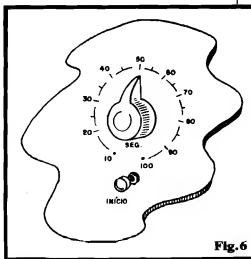

Fig. 6
- FIG. 6 - SUGESTÃO PARA O DIAL DO POTEMP - Conforme já foi dito, a idéia básica que levou ao projeto do POTEMP era "facilidade absoluta na instalação", ocupando o mínimo de volume interno e espaço no painel frontal de controle... A figura dá uma idéia elementar (e por isso mesmo, talvez a melhor...) de como implementar o *lay out* final da "coisa"... Com o potenciômetro dotado de um knob indicador, basta desenhar uma escala circular em torno de sua posição, estabelecendo subdivisões ao longo do arco da dita escala, para os Tempos intermediários (entre o mínimo de 1 segundo e o máximo de 100 segundos...). Para uma calibração básica, os tempos mínimo e máximo devem ser cronometrados com o auxílio de um bom relógio ou cronômetro digital (dotado de indicações de até décimos de segundo...); em seguida, o arco de atuação do potenciômetro poderá ser linear e proporcionalmente dividido, com a resolução necessária à aplicação (se segundo em segundo, ou a intervalos de 5 ou 10 segundos, conforme necessário...). O *push-button* de "INÍCIO" (se a unidade for montada/instalada num módulo pleno...) pode ficar logo abaixo do potenciômetro de TEMPO... Em outras aplicações industriais, eventualmente esse comando de início será executado por *switches* já existentes ou mecanicamente acoplados ao maquinário, devendo então ser feita a simples ligação da tal chave ao módu-